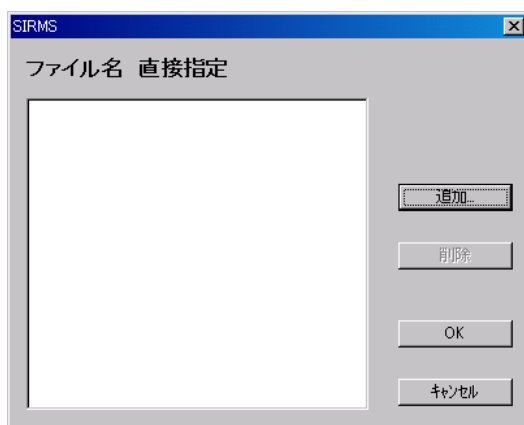

図 5-36 ファイル名指定画面(バージョン 2)
- 5 [OK]ボタンをクリックします。ファイル名指定画面(図 5-36)が起動します。